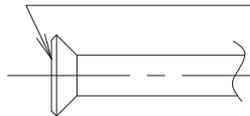

Fig. 20
- Per il collegamento svasato, coprire esclusivamente con etere od olio di estere la superficie interna della svasatura. **(Fare riferimento alla Fig. 20)**